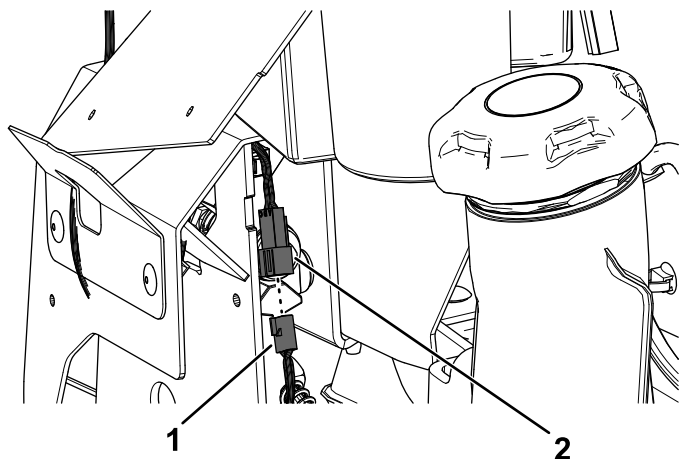

図 17
2. キットのワイヤハーネスのコネクタを、新しい左側走行コントロールレバーに接続する 図 17。